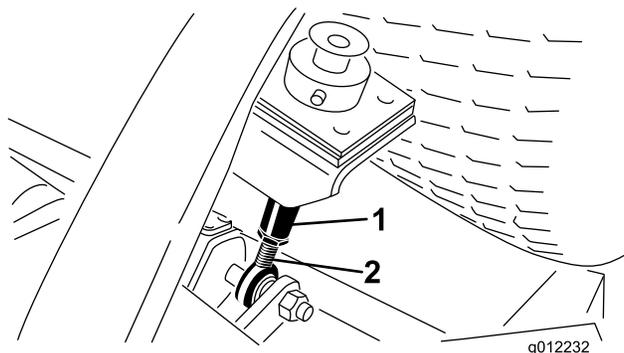

Figura 19
- Afloje las contratuercas del extremo inferior de las varillas de ajuste de la altura de corte (Figura 19).